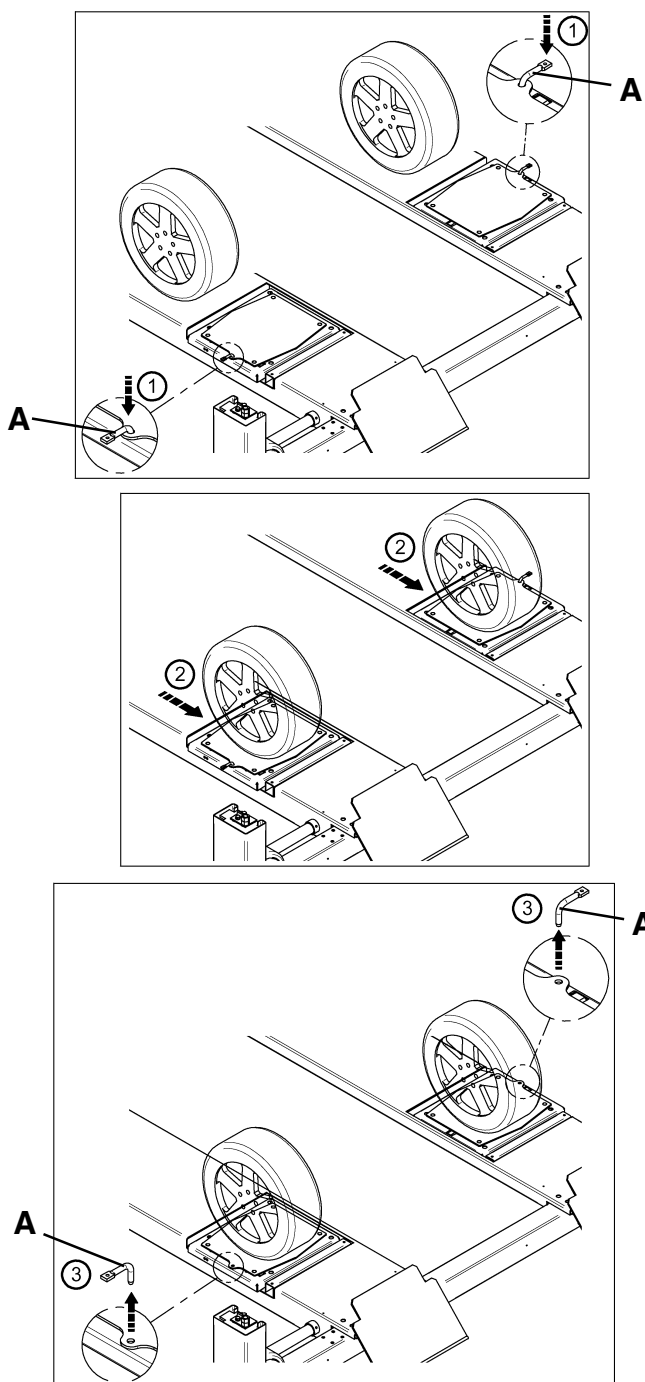

Fig. 27B
provagiochi e re-infilare i perni (A Fig. 27B) di bloccaggio piatti.
and carry out another inspection, **switch** the play detector **on and off** and fit back pins (A Fig. 27B) to lock the plates.
- Bevor Sie das nächste Fahrzeug auf den Gelenkspieltesterplatten ausrichten und eine erneute Kontrolle durchführen, müssen Sie den **Gelenkspieltester aus- und wieder einschalten** und die Plattenklemmbolzen (A Abb. 27B) erneut einführen.
- Avant de mettre un autre véhicule sur les plateaux de la plaque à jeux et d'effectuer un autre contrôle, **allumer et éteindre** la plaque à jeux et enfilier à nouveau les goujons (A Fig. 27B) de blocage des plateaux.